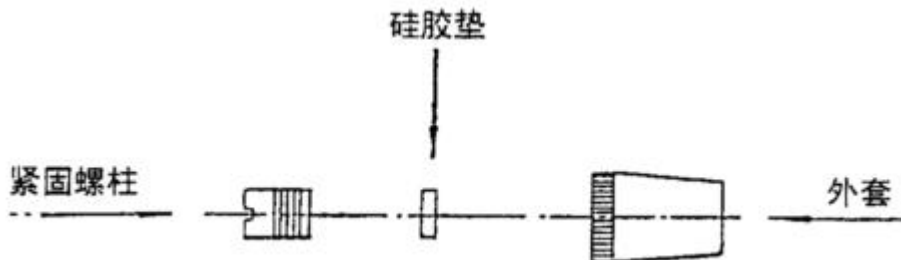

图 3
2、把硅胶装入干燥管中，注意不要把硅胶粉末装入。然后将试样注入口的旋塞装好（见图 3）。